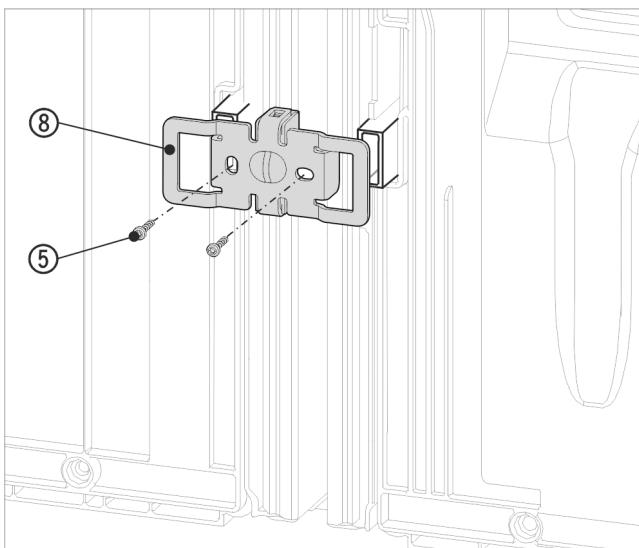

Fig. 18 Simbolična slika
- ▶ Kotnik Fig. 18 (8) z odprtinami ponovno potisnite preko nosilca za stenske distančnike.
- ▶ Trdno privjite z 2 vijakoma Fig. 18 (5).